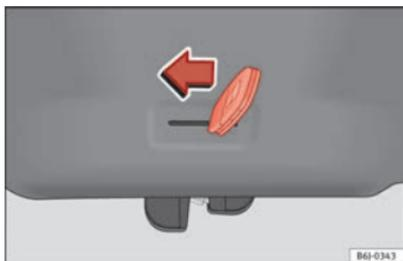

Fig. 64 Hayon : ouverture d'urgence.
- Introduisez le panneton de la clé dans la rainure et déverrouillez le système de fermeture en faisant tourner la clé de droite à gauche, comme indiqué par la flèche ⇒ fig. 64.